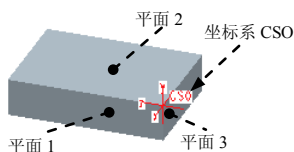

图 5.19.30 由三个平面创建坐标系
如图 5.19.30 所示, 现需要在三个垂直平面 (平面 1、平面 2 和平面 3) 的交点上创建一个坐标系 CSO, 操作步骤如下。
Step2. 单击“创建坐标系”按钮  (另一种方法是选择下拉菜单  插入(I)     坐标系(C)...命令)。
Step3. 选择三个垂直平面。如图 5.19.30 所示, 选择平面 1; 按住键盘上的 Ctrl 键, 选